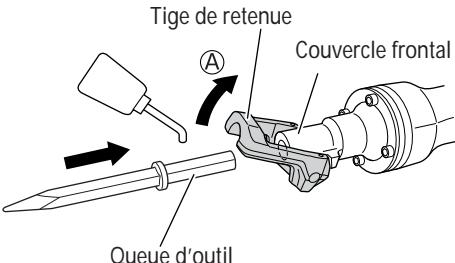

Fig. 4
- (1) Nettoyer la tige de l'accessoire, puis l'enduire de graisse ou d'huile de machine.
- (2) Déplacer la retenue sur la position ouverte **A**, et insérer l'accessoire tel qu'une pointe à broyer, un cutter, etc. dans l'orifice hexagonal du couvercle avant (voir Fig. 4).